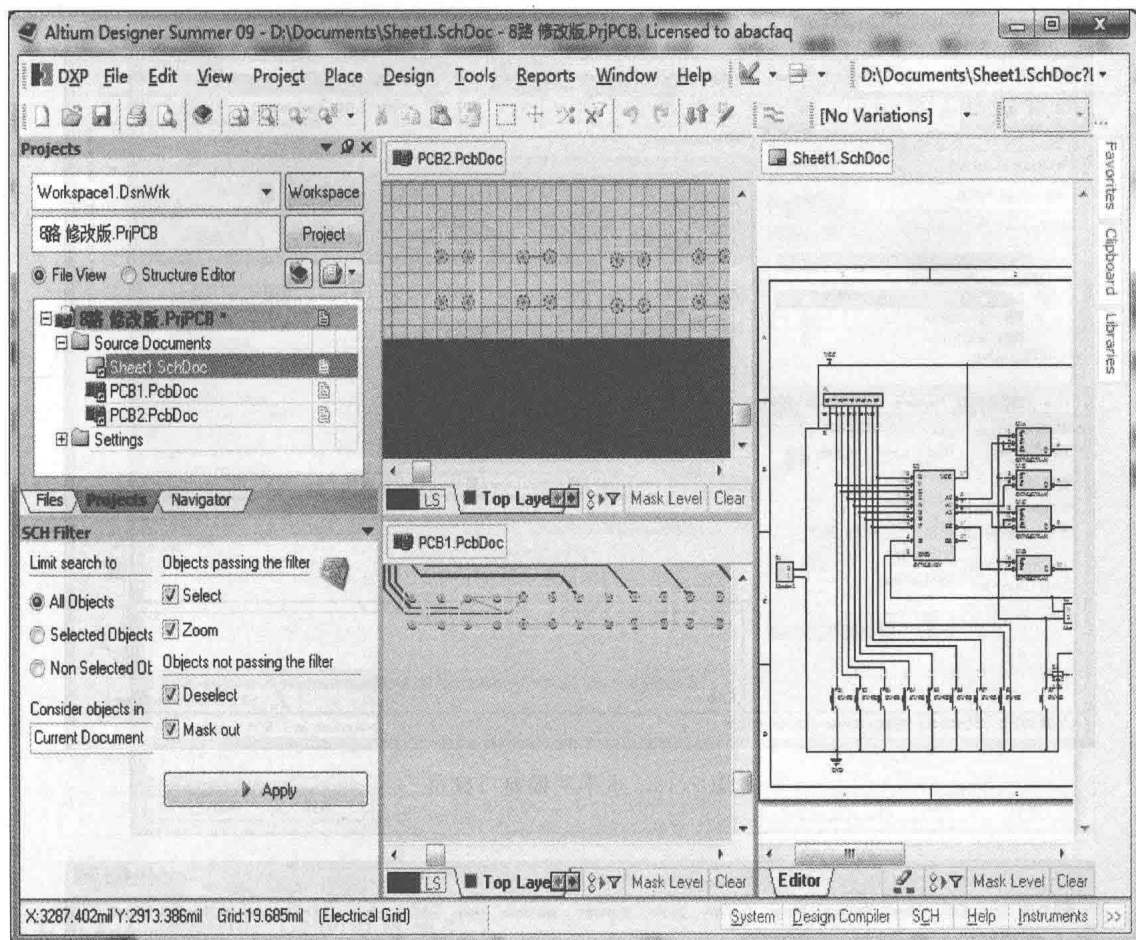

图 1.17 平铺窗口
(1) 平铺窗口。执行“Window（窗口）”\“Tile（排列）”命令，即可将当前所有打开的窗口平铺显示，如图 1.17 所示。